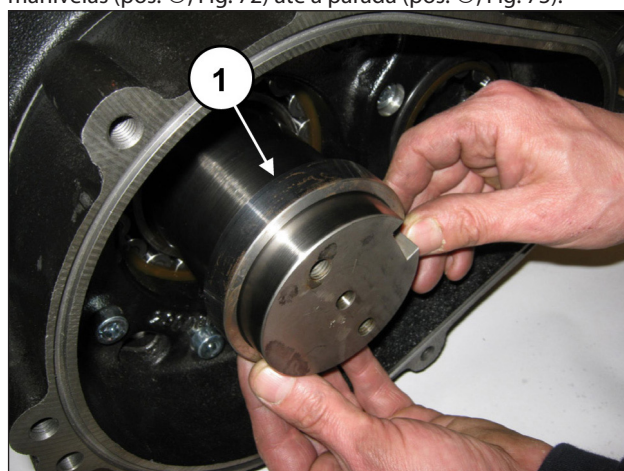
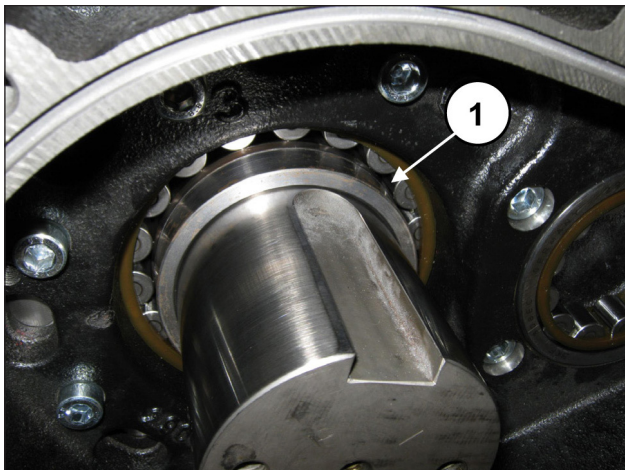

Fig. 72
Fig. 73
Insira o anel de suporte da coroa no suporte do eixo de manivelas (pos. ①, Fig. 72) até a parada (pos. ①, Fig. 73).